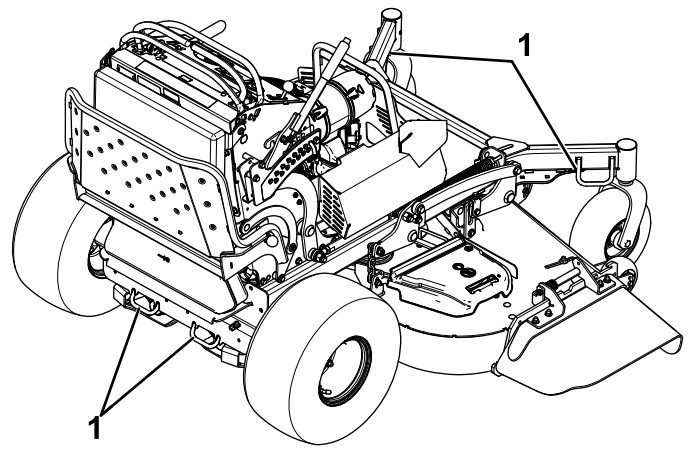

Figura 31
7. Ancorate la macchina accanto alle ruote orientabili anteriori e al paraurti posteriore con cinghie, catene, cavi o corde (Figura 31). Fate riferimento ai regolamenti locali per i requisiti di ancoraggio.